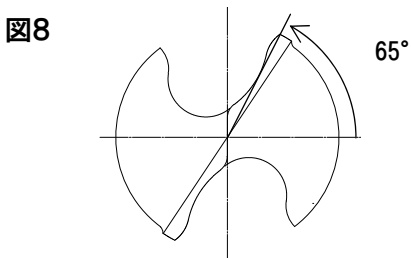

図8
- 次に、三番逃げ研削によって出来たチゼルエッジがほぼ垂直になる(図 8)ように、工具先端側から見て、反時計回りに  $65^\circ$  回転させます。